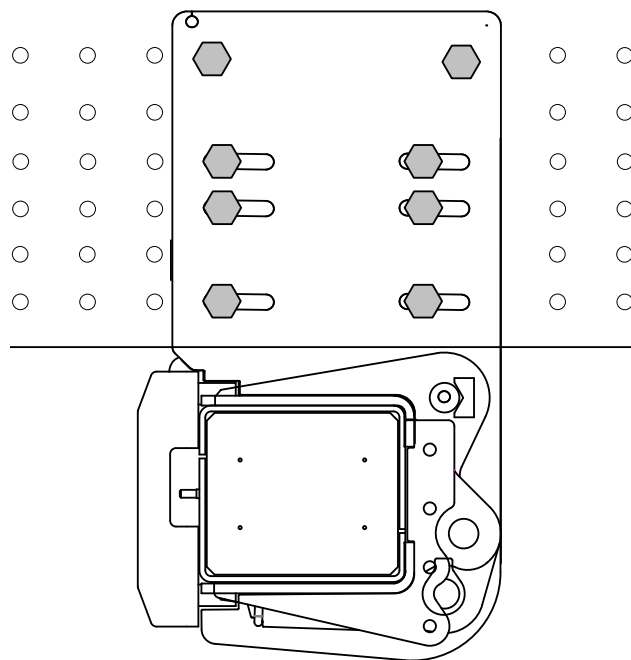

Bild 19. Montering av ramfästet på fordonsram med förborrade hål
16. Skruva fast fästena på utsidan av fordonsramen. Montera i de spårformade hålen med minst 6 skruvar. Använd passande skruvar (hållfasthet motsvarande M14 10.9 eller högre) och montera tillhörande bricka och mutter på fordonsramens insida. Montera skruvarna utan att dra åt. Se Bild 19.
19. Borra hål i fordonsramen för fästskruvar i respektive fästes två övre runda hål. Använd passande skruvar (hållfasthet motsvarande M14 10.9 eller högre) och montera tillhörande bricka och mutter på fordonsramens insida. Se Bild 19. Dra åt skruvarna med momentnyckel. **Åtdragningsmoment: Standard för vald skruv.**